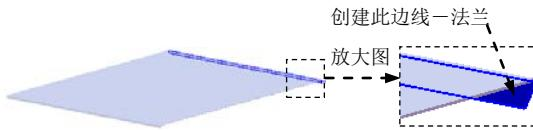
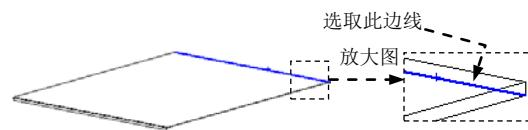

图 17.10.53 创建边线一法兰 2
图 17.10.54 定义特征的边线
Step3. 创建图 17.10.53 所示的钣金特征——边线一法兰 2。
(1) 选择命令。选择下拉菜单 **插入(I)** → **钣金(B)** → **边线法兰(E)...** 命令。系统弹出“边线法兰”对话框。
(2) 定义特征的边线。选取图 17.10.54 所示的模型边线为生成的边线法兰的边线。
(3) 定义法兰参数。在 **角度(G)** 区域的 文本框中输入角度值 90.0。在“边线法兰”对话框 **法兰长度(L)** 区域的下拉列表中选择 **给定深度** 选项, 输入深度值 15.0。在此区域中单击